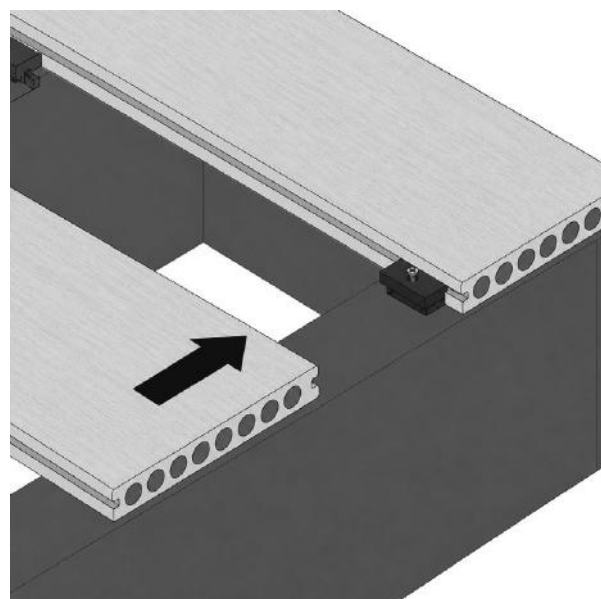

FIG. 5 - VOLGENDE PLANK OP DE VERDEKTE CLIP GESCHOVEN
- 04 Plaats de volgende plank tegen de verdekte clips (fig. 5): til de buitenrand van de te monteren plank iets op en schuif deze op de verdekte clip; zorg ervoor dat de rand van de terrasplank de afstandslip raakt; tik indien nodig licht op zijn plaats.